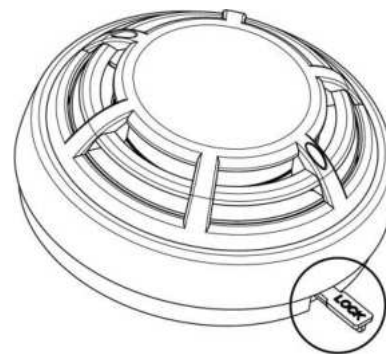

Fig.4
- Si l'avertisseur est verrouillé sur la base, pour le déverrouiller, insérez d'abord la clé à l'emplacement spécifié (Fig. 4) et tournez l'avertisseur dans le sens inverse des aiguilles d'une montre ;